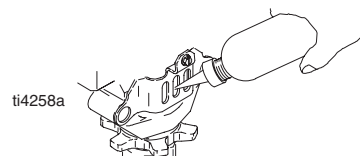

Fig. 12
8. Fig. 12. Fyll pakkmutteren med Graco TSL helt til det renner væske over tetningen.